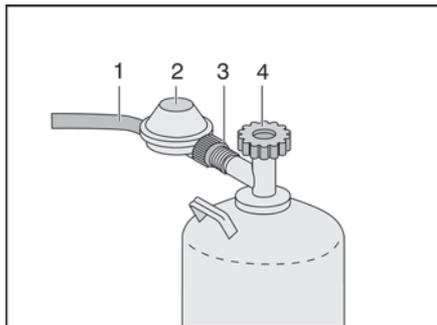

Fig. 60 Raccord bouteille de gaz
- ▶ Fermer le robinet principal (Fig. 60,4) de la bouteille de gaz. Observer le sens de la flèche.
- ▶ Maintenir le régulateur de pression de gaz (Fig. 60,2) et ouvrir l'écrou moleté (Fig. 60,3) (filetage à gauche).
- ▶ Retirer le régulateur de pression du gaz avec la lyre (Fig. 60,1) de la bouteille de gaz.
- ▶ Placer le régulateur du gaz (Fig. 60,2) avec le flexible de gaz (Fig. 60,1) sur la bouteille de gaz et serrer à fond l'écrou moleté (Fig. 60,3) (filetage à gauche).